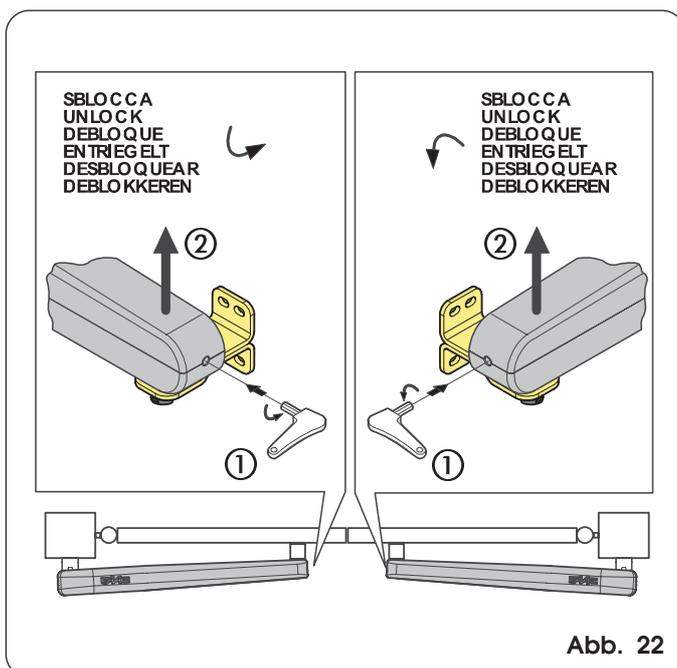

Abb. 22
- Den mitgelieferten Inbusschlüssel in den vorderen Bereich des Antriebs einstecken und um 5-6 Umdrehungen im Gegenuhrzeigersinn drehen (Abb. 22 Bez. ①).
- Den Antrieb von dem vorderen Bereich anheben, und dabei von der Befestigung abnehmen (Abb. 22 Bez. ②). Dann den Entriegelungsschlüssel herausziehen.